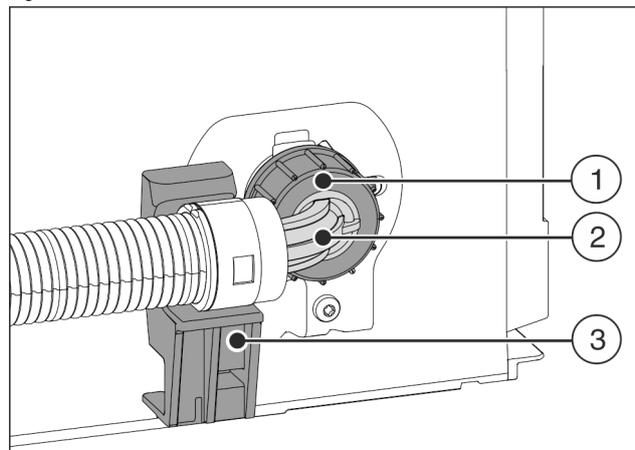

Fig. 9
- ▶ Positionner et maintenir l'extrémité de tuyau coudée Fig. 9 (2) horizontalement sur le support Fig. 9 (3).
- ▶ Visser l'écrou Fig. 9 (1) manuellement sur le filetage jusqu'à ce qu'il soit parfaitement stable.